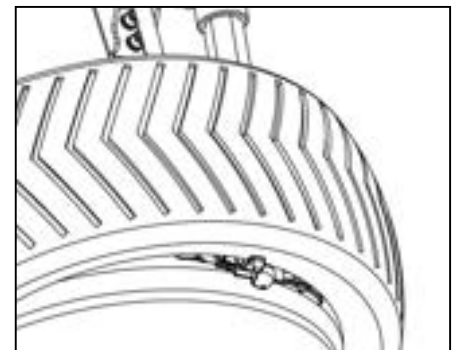

図 32
- 上部ビードを外した後、チューブタイヤの場合は内側のチューブを取り出します。下部ビードをリムエッジまで持ち上げます。図 32 のように、取外しフックを下げて、下部ビードにかけ、回転ペダルを踏んで下側を外します。